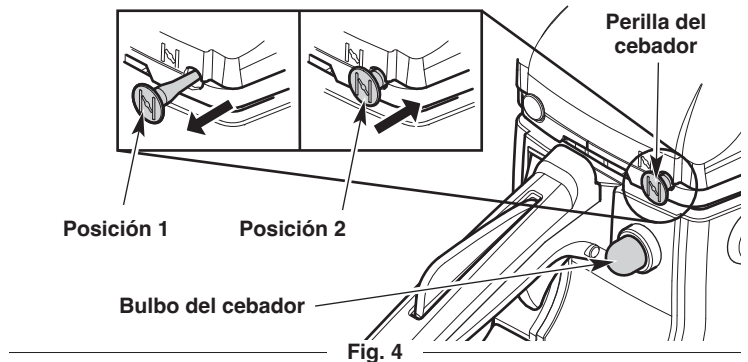

Fig. 4
7. Oprima y suelte despacio la pera del cebador **10 veces** (Fig. 4). Si no se ve combustible en la pera del cebador, oprima y suelte la pera hasta que se vea el combustible.
8. Tire de la perilla del cebador hacia afuera hasta la **Posición 1** (Fig. 4).
12. **NO** toque el control del acelerador. Empuje la perilla del cebador hacia adentro hasta la **Posición 2** (Fig. 4).